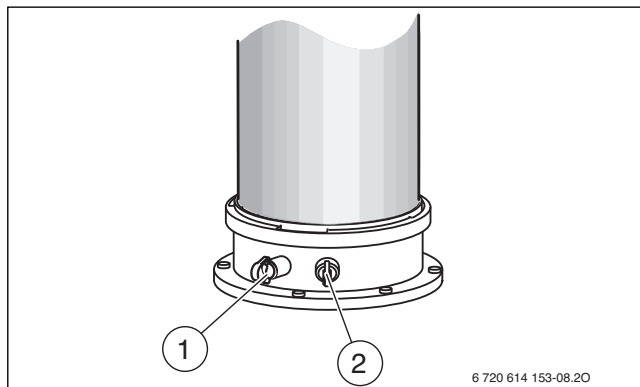

Fig. 45 Manicotto di misurazione dei gas combusti e dell'aria comburente
- ▶ Rimuovere dal manicotto di misurazione il tappo di protezione della presa di analisi dei gas combustibili [1] (→ fig. 45).